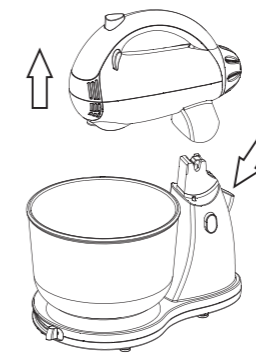

Fig.2
**Nota: Para retirar a unidade motora (2) da base (15) pressionar com firmeza o botão para desencaixe da unidade motora (8) e puxá-la na direção indicada pela flecha (Fig.2).**